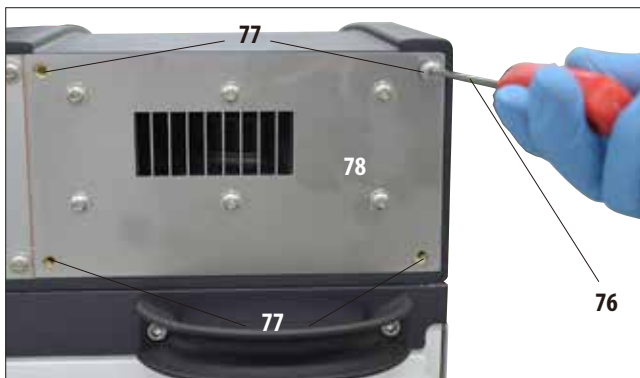

Fig. 22
- Folosiți o cheie Allen nr. 3 (76) pentru a slăbi și deșuruba cele patru șuruburi cu hexagon (77) de pe capacul din spate al aparatului (Fig. 22).
- Asigurați-vă că nu scoateți placa ventilatorului (78); placa **TREBUIE** să rămână sub flanșă.
- Atașați flanșa de evacuare (75) la placa ventilatorului (78 din Fig. 22) și fixați-o cu ajutorul șuruburilor care au ținut placa.
- Mai întâi, înșurubați fără strângere toate cele patru șuruburi (77), apoi strângeți-le în cruce cu cheia Allen nr. 3 (76) la un cuplu de 0,5 Nm (Fig. 22, 23). Asigurați-vă că placa ventilatorului și flanșa sunt la același nivel una față de cealaltă.